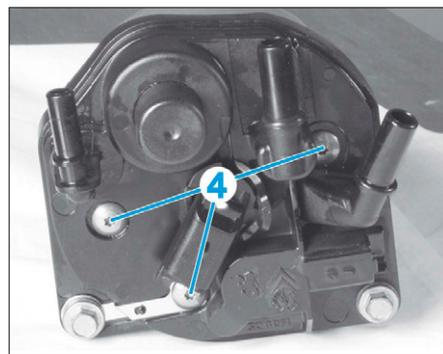
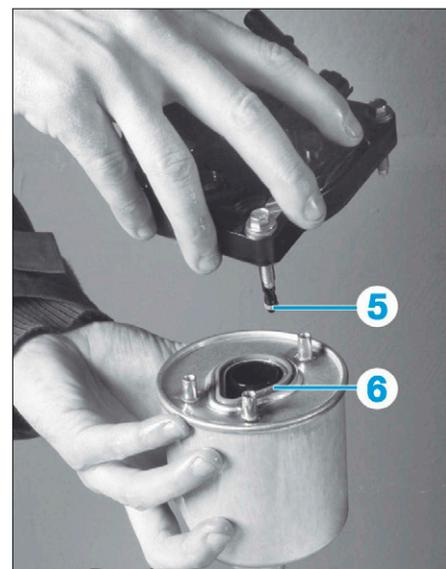

FIG. 59
FIG. 60
- Déposer les vis (4) (Fig.59).
- Contrôler l'état du joint du tube plongeur (5) (Fig.60), et remplacer le couvercle de filtre à carburant le cas échéant.
- Assembler l'élément filtrant muni d'un joint (6) neuf.
- Reposer sans serrer les vis (4) (Fig.59).